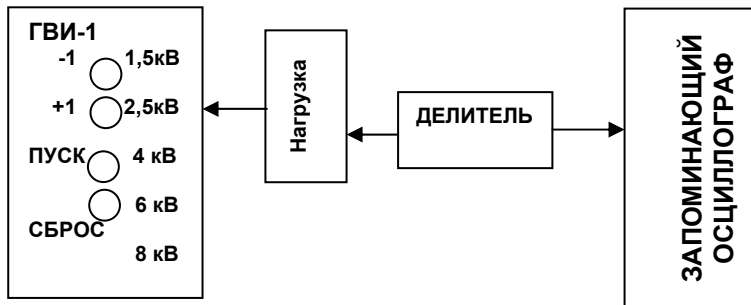

Рисунок 5
6.5.4.4 Измерение импеданса генератора. Соберите схему, изображённую на рис. 5. Установите режим работы осциллографа в соответствии с таблицей 5. Нажмите кнопку «ПУСК» и зафиксируйте осциллограмму. Определите по осциллограмме амплитуду высоковольтного импульса. Определите импеданс по формуле: